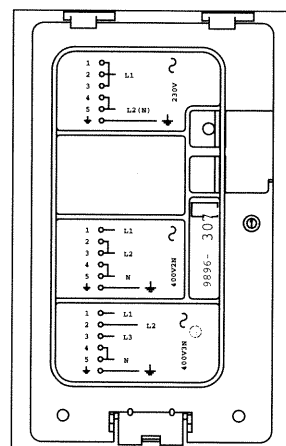

Fig. 4
- Se référer au schéma gravé sur la trappe fig.4 pour mettre en place la ou les barrette(s) de jonction.
- Raccordez les fils du câble conformément au schéma de la trappe fig. 4 en fonction de votre alimentation.